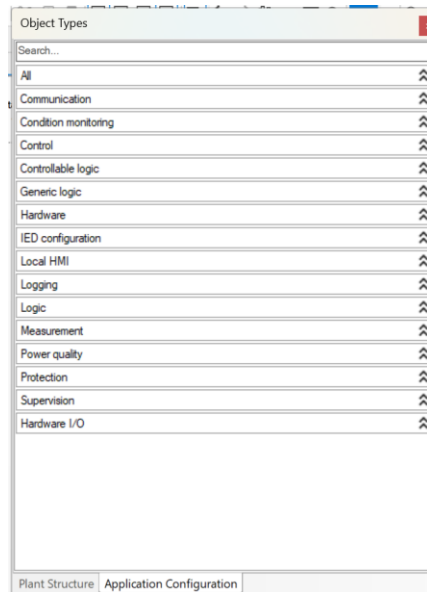

Imagen 211_Tipos de bloques que podemos usar.
4.1.6 En esta ventana, que se muestra en la **Imagen 211**, están los bloques que utilizaremos para los siguientes pasos.